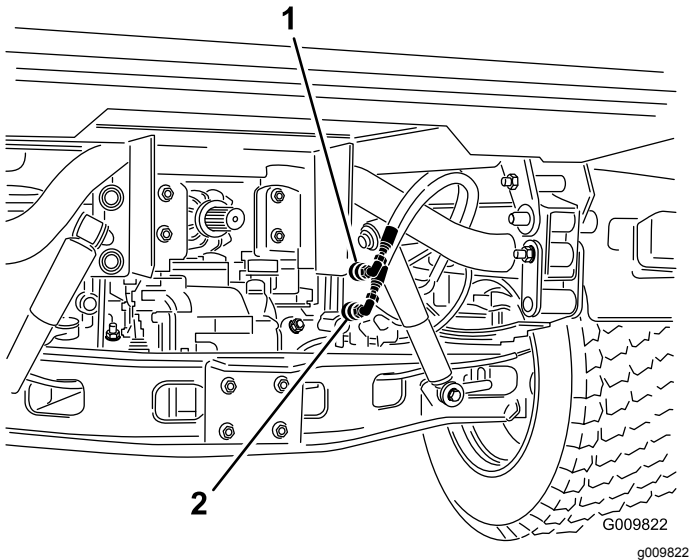

図 83
- それぞれの車両で、クイックカップラホース 2 本を、カップラブラケットのホースから外す **図 83**。